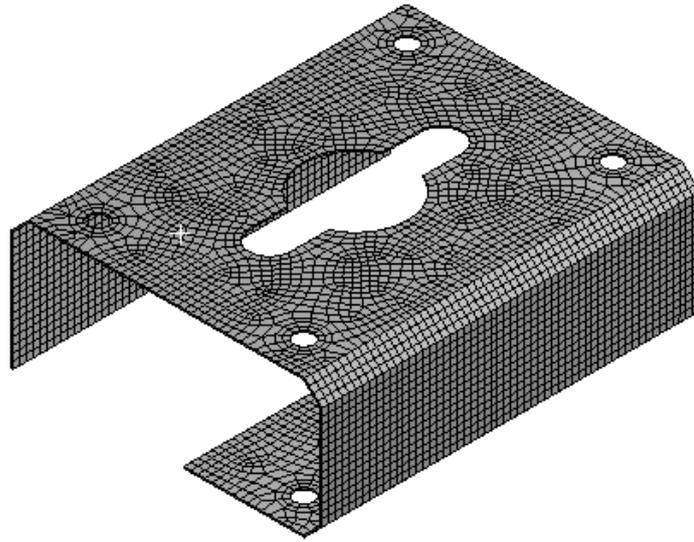

Рис. 15. Генерация сеточной модели
12.4. Нажимаем ПКМ на *Mesh* и выбираем *Generate mesh*. Готовая сеточная модель представлена на рис. 15. Закрываем окно блока *Model*.